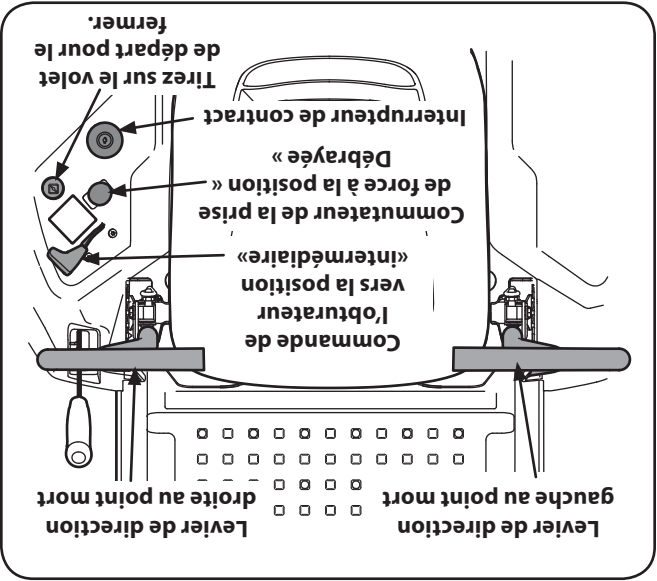

Figure 5-1
2. Vérifiez que le commutateur de la prise de force est à la position « Débrièvement ». Voir la Figure 5-1.
3. Déplacez la manette du volet de départ ou manette de la commande des gaz/volet de départ ou à la position « FULL CHOKE ». Voir la Figure 5-1.